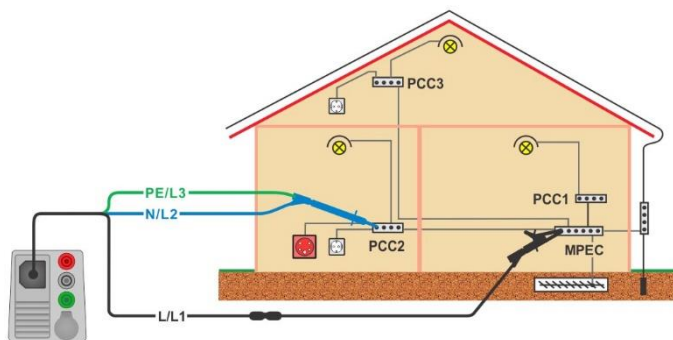

Figura 7.22: Conexión de una punta de prueba de tres cables y cable de extensión opcional
- Conecte las puntas de prueba, vea la **Figura 7.22**.